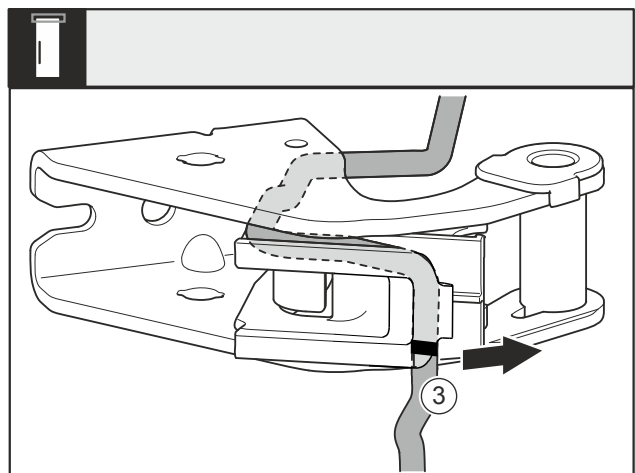

Fig. 31
- Kabel mit der Kabelhalterung *Fig. 31 (3)* vom Lagerbock demontieren.